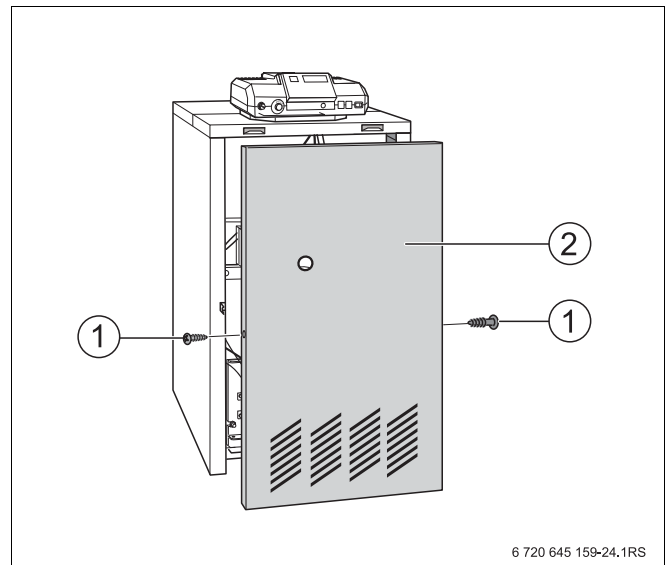

Рис. 35 Установка передней стенки котла
- Подвесить переднюю стенку котла (Рис. 35, поз. 2).
- Вставить и закрутить справа и слева в боковые стенки фиксирующие винты (Рис. 35, поз. 1).